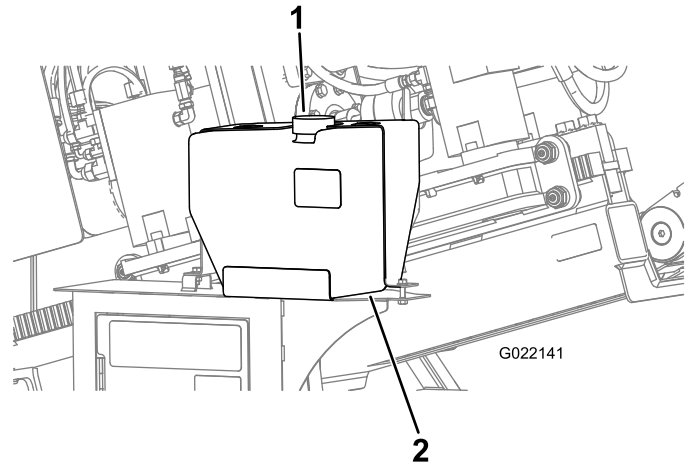

Bild 153
- D. Nehmen Sie den Deckel vom Frostschutzmittelbehälter der Bohrflüssigkeitspumpe ab (Bild 153).
- E. Stellen Sie sicher, dass der Behälter mit Frostschutzmittel gefüllt ist (Bild 153).
- C. Füllen Sie nach Bedarf Frostschutzmittel in den Behälter (Bild 153).
5. Schrauben Sie den Deckel auf den Frostschutzmittelbehälter auf (Bild 153).